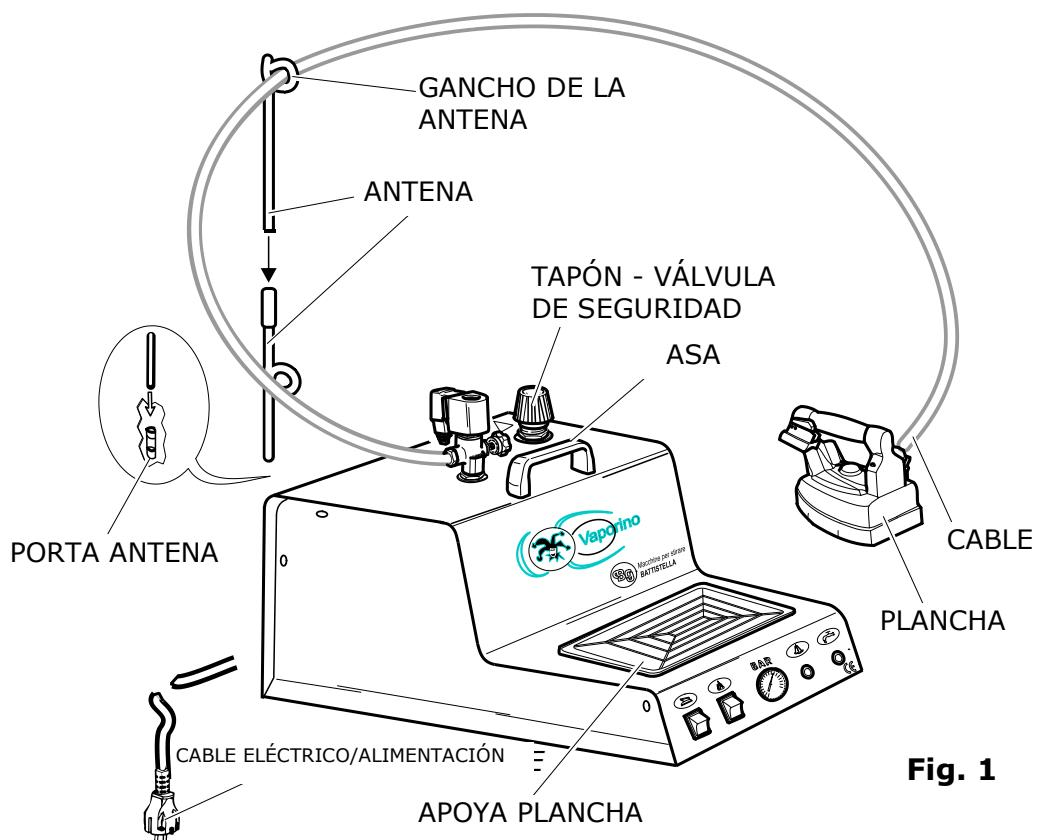
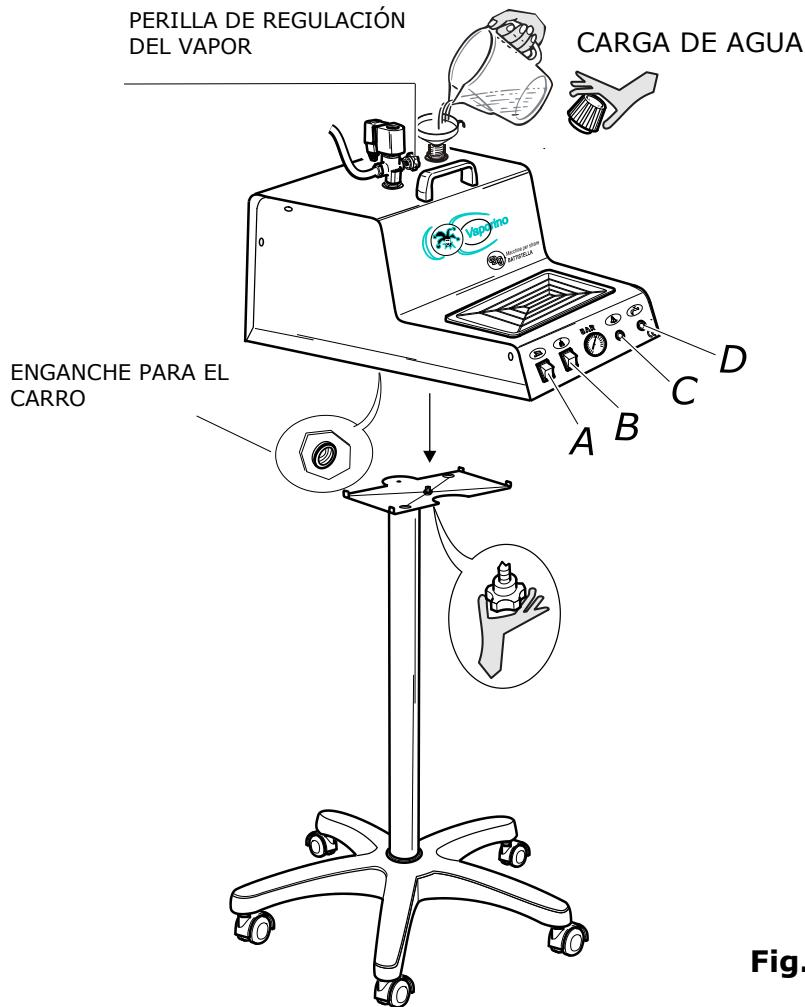
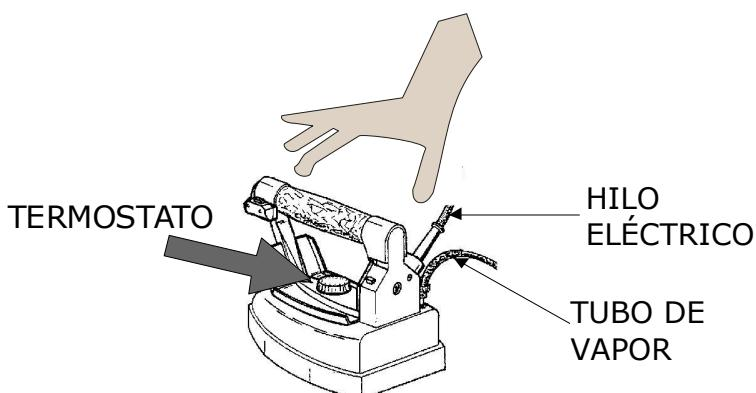
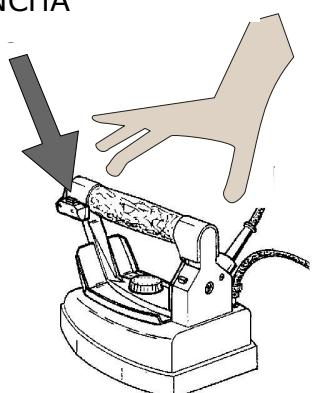

Fig. 1
Fig. 2
Fig. 3
Fig. 4
Antes de la llegada del VAPORINO INOX MAXI, el cliente debe preparar, cerca del lugar donde se instalará, un enchufe que esté protegido y adecuado para la potencia del VAPORINO INOX MAXI (se aconseja un interruptor magnetotérmico diferencial de 16 A y Id 30 mA). Para el transporte y manejo de VAPORINO INOX MAXI, usar solo el mango especial. No tirar nunca de los cables eléctricos (Fig. 1).
2. Sacar el VAPORINO INOX MAXI de la caja y colocar la antena en en puerto de antena situado en la parte posterior del aparato (fig.1) asegurándose de insertarlo bien hasta el final.
4. Colocar la plancha sobre el soporte de goma suministrado (fig.1).
5. Para el VAPORINO INOX MAXI con carro: atornille la perilla del carrito en el accesorio especial ubicado debajo de la base del VAPORINO INOX MAXI (Fig. 2).
1. Desenroscar la tapa de la válvula del MAXI VAPORINO INOX (Fig. 1) y llenar la caldera con la cantidad de agua deseada (Fig. 2) prestando atención a que no se desborde. Se recomienda llenar la caldera utilizando un embudo. Enrosque la tapa nuevamente cogiéndolo por la parte de plástico, advirtiéndole que no la apriete demasiado, de lo contrario se dañaría la junta (vea el capítulo 7).
3. Encender el interruptor de la caldera (Fig. 2 B), el interruptor de la plancha (Fig. 2 D) y girar el termostato de la plancha a la posición "algodón" (Fig. 3).
4. Esperar a que se apague la luz de la caldera (Fig.2 C): el manómetro debe indicar aproximadamente 2.5/3 bar. En este punto, levante la plancha por el mango de corcho y presione el micro interruptor de la plancha (Fig. 4) 4-5 veces, dejando salir el vapor. También es necesario asegurarse de que el vapor esté bien saturado (pulsando el micro interruptor con la plancha hacia el suelo). También es posible ajustar la cantidad deseada de vapor usando la perilla de regulación de vapor (Fig.2). Una vez que se ha llevado a cabo la operación, la plancha está lista para planchar. Durante el planchado, la luz de advertencia de la caldera se enciende y apaga continuamente, una señal de funcionamiento normal (Fig. 2 C).
11. **No es necesario sustituir nunca el tapón de la válvula (fig. 1) con tapones de ningún otro tipo. Nota: la tapa de la válvula está calibrada a 4.5 bar y también actúa como una válvula de seguridad.**
1. Pasar la plancha sobre los artículos a planchar, presionando el microinterruptor de la plancha, a intervalos, para dejar salir el vapor (Fig. 4).
4. Para el planchado en seco, se puede ajustar el termostato (Fig. 3) en las diversas posiciones, según el tipo de tela que desee planchar (consultar las indicaciones en las prendas). Para planchar con vapor, se debe ajustar el termostato en la posición "algodón" o "lino" (**NOTA** : solo para las planchas Tulipano, el termostato debe colocarse en el extremo "lana" - comenzando con "algodón").
5. Cuando se usa VAPORINO INOX MAXI junto con una tabla de planchar sin succión, pueden aparecer manchas de agua en la mesa, en este caso, reducir el flujo de vapor de la plancha utilizando el botón de regulación de vapor (Fig. 2). Por lo tanto, es aconsejable combinar el aparato con una mesa transpirable y calentada.
El agua se agota cuando, durante el planchado, se enciende la luz «sin agua» (fig. 2 D). Llegados a este punto, desenchufar la máquina, girar la tapa de la válvula 360° (fig. 1) y esperar que salga todo el vapor (el manómetro debe indicar 0 bar). Desenroscar y retirar la tapa con mucho cuidado y esperar 5 o 10 minutos.
Luego llenar la caldera con el agua necesaria (Fig. 2), evitando el desbordamiento (ver el capítulo 4, punto 1). Volver a enroscar la tapa de la válvula, insertar el enchufe en la toma de corriente y esperar hasta que se apague la luz de la caldera (Fig. 2 C). La plancha ya vuelve a estar lista para planchar.
3. el tubo de vapor y el hilo de la plancha siempre que estén dañados (fig 3);
6. cuando la plancha se sobrecalienta o pierde agua (Fig. 3);
7. al lavar o limpiar la plancha con agua (Fig. 3);